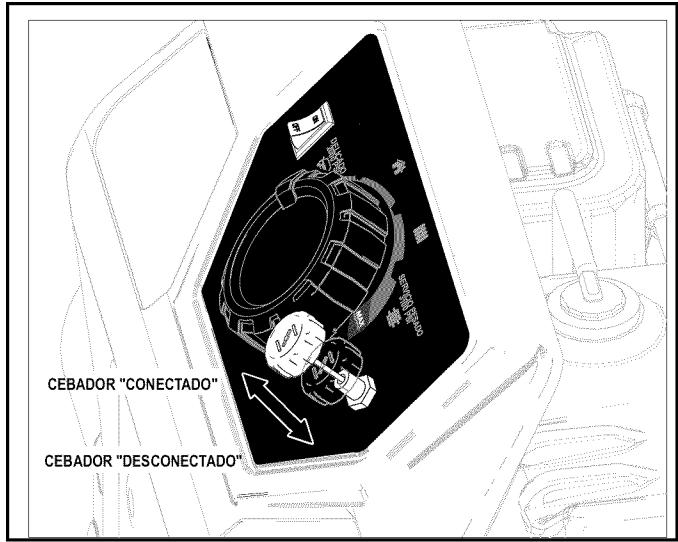

Figura 5-6. Perilla del cebador
- Cuando arranque el motor, empuje lentamente la perilla del cebador a la posición de "OFF" a medida que el motor se calienta. Si el motor falla intermitentemente, tire de la perilla del cebador hacia fuera, luego empújela hacia adentro a la posición de "OFF"(Figura 5-6).